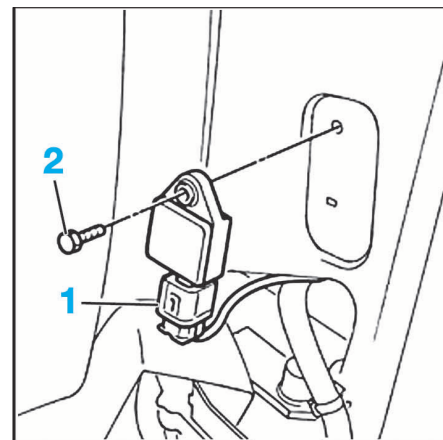

FIG. 22
- Débrancher le connecteur (1), puis déposer la vis (2) (Fig.22).